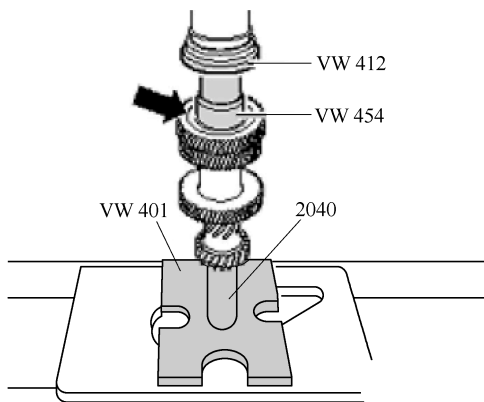

图 8-3-4 组装第 5 档操作
3) 组装输入轴压入第 5 档齿轮时，齿轮中的槽“箭头”必须朝上，如图 8-3-4 所示。